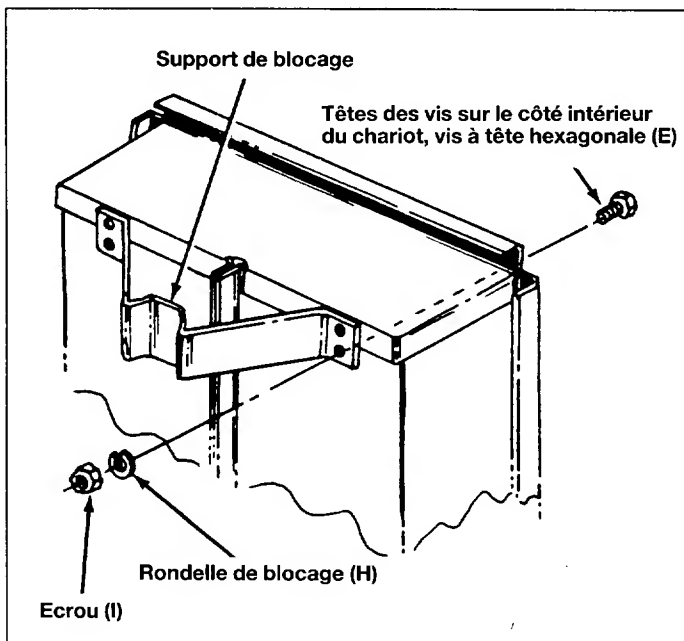

Fig. 9
14. Assemblez le support de blocage en utilisant quatre vis de 6 mm×16 mm (E), quatre rondelles de blocage (H) et quatre écrous (I). Voir la figure 9.